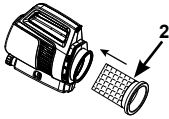
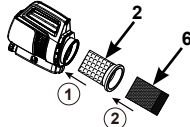

Figura 3.1
Figura 3.2
1. Inserte la bolsa filtro con la junta (2) en la carcasa de la aspiradora (1). Véase Figura 3.1. Para aspirar partículas finas y pequeñas: introduzca la bolsa del microfiltro (6) en la bolsa del filtro con junta (2), asegurándose de que la bolsa del microfiltro "envuelva" la junta de la bolsa del filtro (2). A continuación, coloque toda la bolsa del filtro con la bolsa del microfiltro en la carcasa de la aspiradora. Véase Figura 3.2.